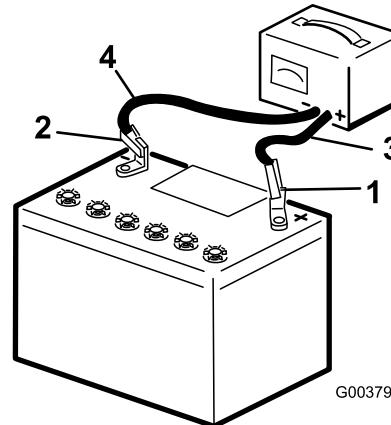

Figura 64
3. Collegate il cavo di ricarica positivo al polo positivo della batteria (Figura 64).
4. Collegate il cavo di ricarica negativo al polo negativo della batteria (Figura 64).
- Quando la batteria è completamente carica, staccate il caricabatterie dalla presa elettrica e scollegate i cavi di ricarica dai poli della batteria (Figura 64).